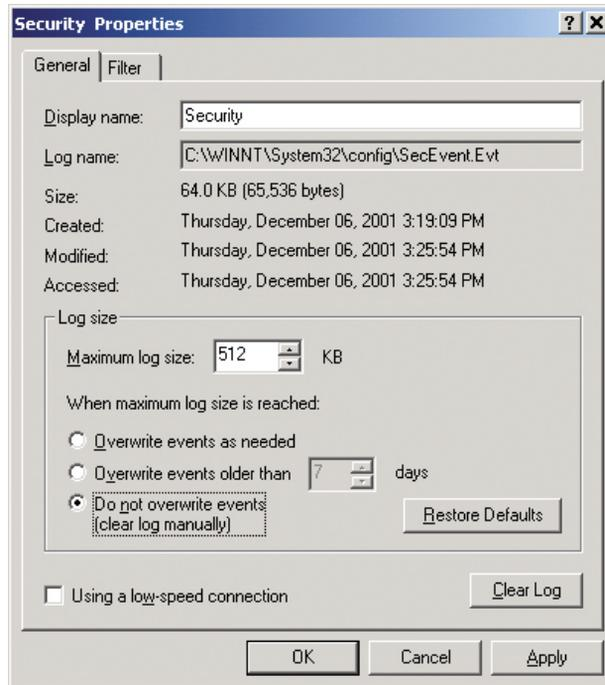

Abbildung 2 Eigenschaften von Sicherheit
- Öffnen Sie **Computerverwaltung** und erweitern Sie die Ereignisanzeige; dann klicken Sie rechts auf Sicherheit **Eigenschaften**. Wählen Sie **Ereignisse nie überschreiben (Protokoll manuell löschen)** aus, wie in Abbildung 2 auf Seite 23 gezeigt.